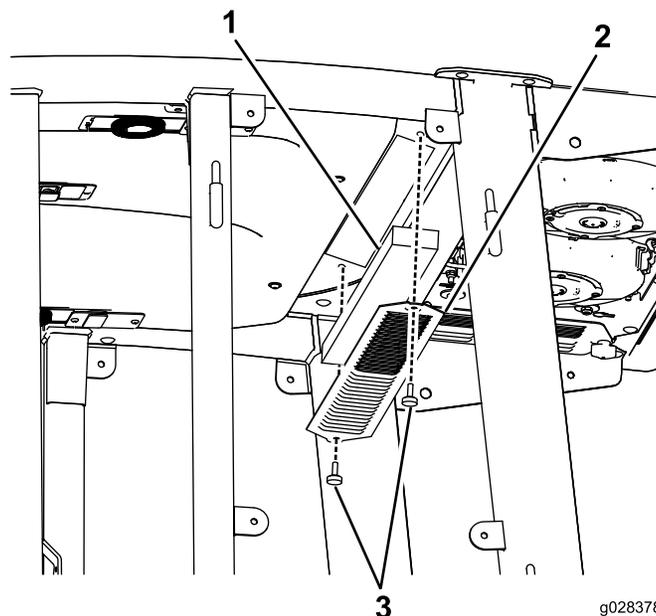

Figure 88
- Déposez le toit de la cabine en retirant les 22 boulons de fixation du toit (Figure 88).
- Déposez les filtres à air (Figure 88).
- Déposez et nettoyez les serpentins de climatisation (Figure 88).